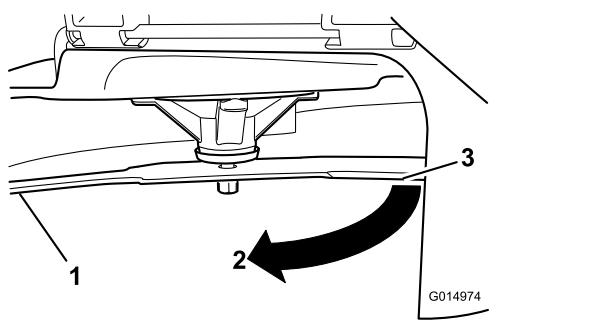

Figure 65
3. Distance mesurée entre la lame et la surface (A)
4. Tournez la même lame de 180 degrés pour amener l'autre tranchant à la même position (Figure 65).